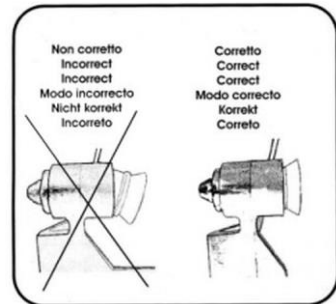

Fig. 15
16. Insérer profondément le joint du bouchon d'aspiration dans la tête spirale. S'assurer que le joint du bouchon est fixé correctement, comme montré sur la fig. 15.